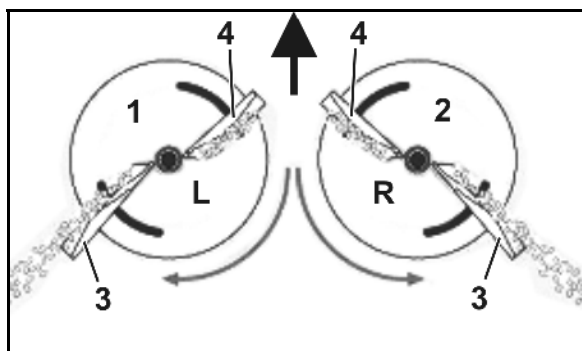

Рис. 32
- левый распределяющий диск (Рис. 32/1) с маркировкой **L**.
- правый распределяющий диск (Рис. 32/2) с маркировкой **R**.
- **Длинная** (Рис. 32/3) – шкала настройки со значениями от 35 до 55.
- **Короткая** (Рис. 32/4) – шкала настройки со значениями от 5 до 28.